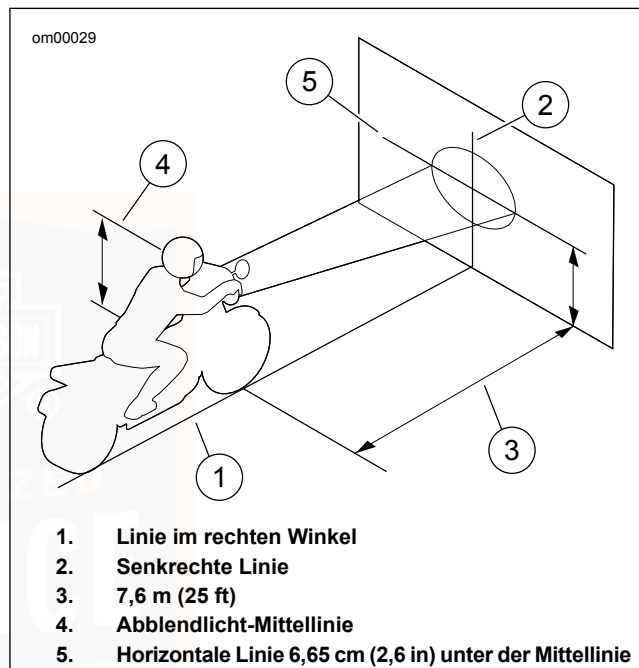

Abbildung 77. Prüfung der Scheinwerferausrichtung
1. Siehe Abbildung 77. Das Motorrad auf einer Linie (1) im rechten Winkel zur Wand parken.